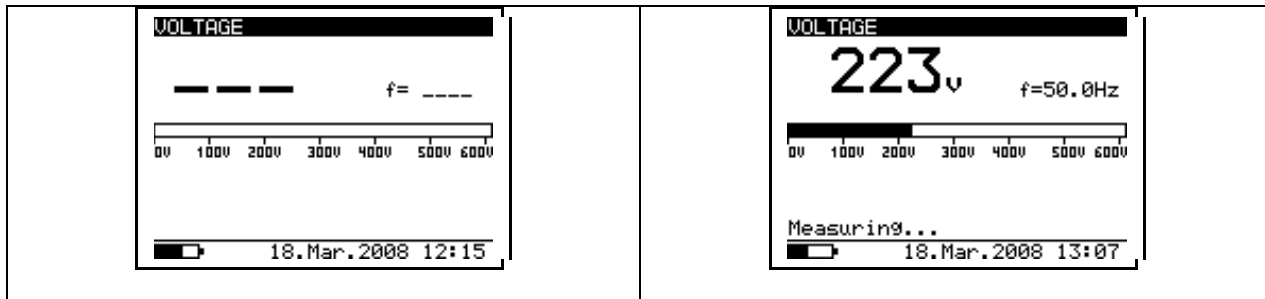

Fig. 10. Spændingsfunktion viser følgende
Valg af denne funktion frembringer følgende skærbilleder (før måling og resultater efter måling) Se **fig. 10** herunder:
- Resultatet (højre billede på **Fig 10**) kan gemmes ved at trykke **MEM** knap to gange, se også kapitel 6.1.